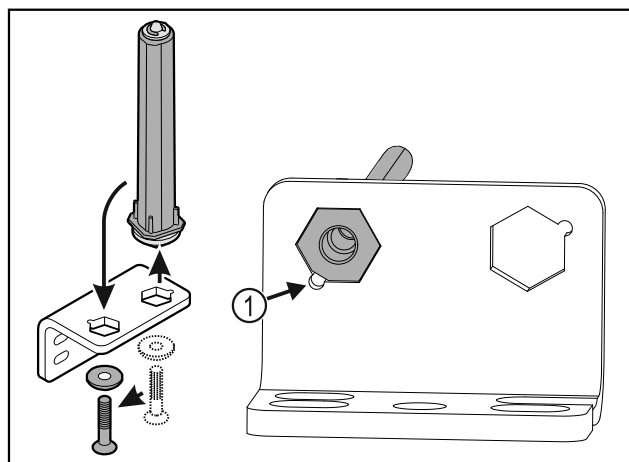

Fig. 26
- ▶ Zwrócić uwagę, aby podczas wkładania ścięcie sworznia Fig. 26 (1) było skierowane na okrągły otwór.